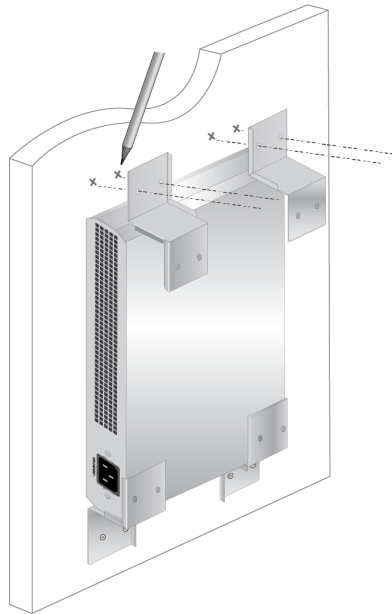

Рисунок 27. Разметка отверстий
8. Поместите два других кронштейна сверху коммутатора и отметьте на стене расположение отверстий под винты, как это показано на рис. 27.